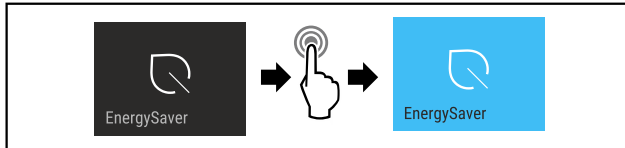

Fig. 17
- ▶ Suivre les étapes (voir Fig. 17).